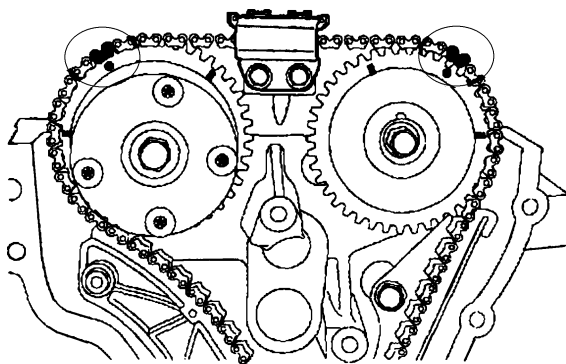

图 29-46 对齐正时标记
5) 按照曲轴链轮、正时链条导向装置、排气凸轮轴链轮、进气凸轮轴链轮的安装顺序, 安装左侧正时链条。安装时, 应将正时链条上的正时标记 (彩色链节) 与各个链轮上的正时标记对齐, 如图 29-46 所示。